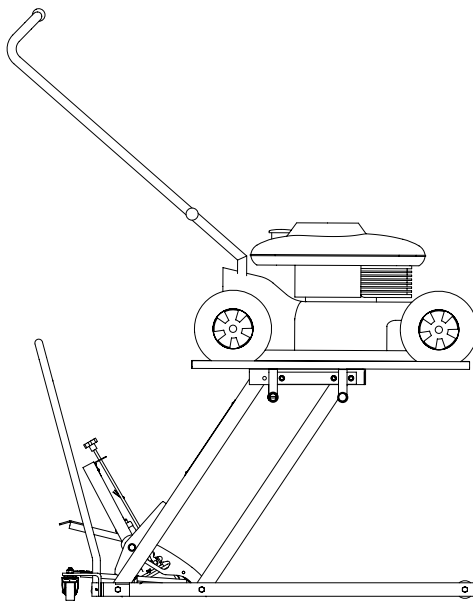

Figure 6 : Position finale de levage
2. Faites monter le lève-tondeuse à la hauteur de travail désirée (voir figure 6).